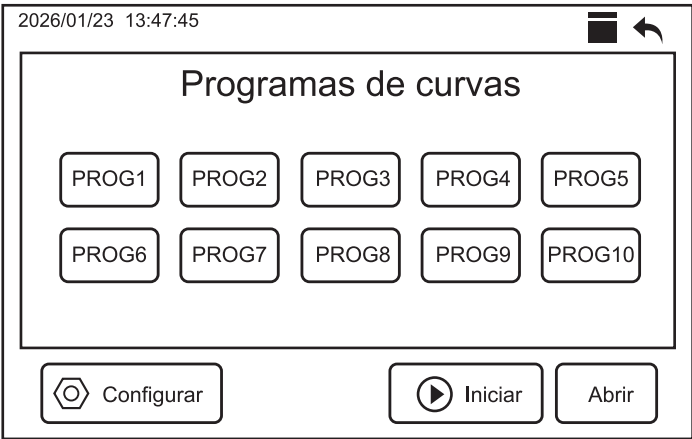
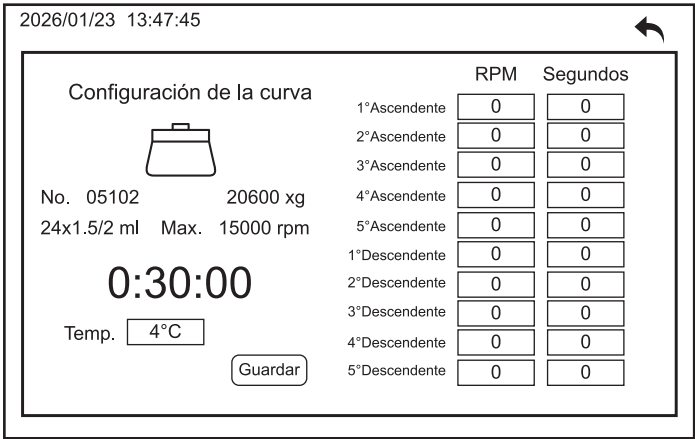

Figura 11.
Figura 12.
- b) Después, pulse en el botón “**Modo curva**” para abrir las ventanas de selección de programa de curva (Figura 11) y colocar los valores requeridos (Figura 12). Presione “Guardar” para almacenar los valores predefinidos.